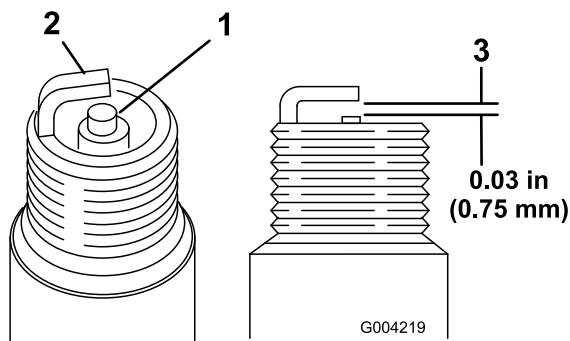

图 47
1. 查看两个火花塞的中心图 47。如果您看到绝缘体上有浅棕色或浅灰色涂层、说明发动机运行正常。如果绝缘体上的涂层为黑色、则通常意味着空气滤清器已变脏。
2. 检查中心电极与侧电极之间的间隙图 47。
3. 如果间隙不正确请弯转侧电极图 47。